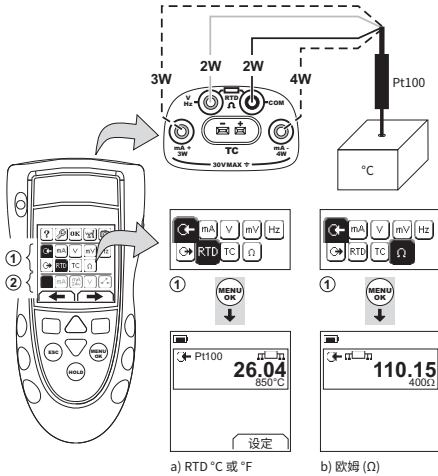
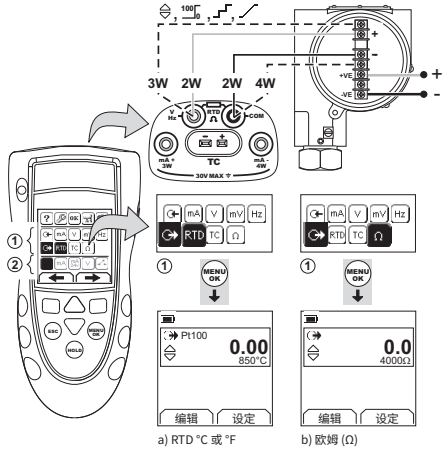

图 7: 示例配置 - 测量温度或电阻
图 8: 示例配置 - 模拟温度或电阻
1. 连接设备 (图 7 与图 8), 如果有必要, 调整设置 (表 1)。